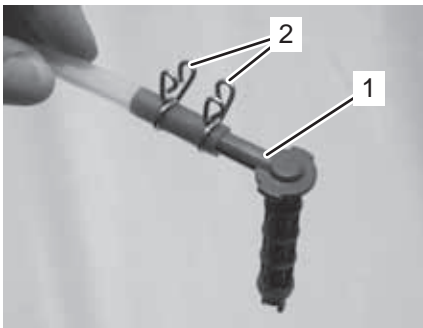

Fig. 26
7. Enfillez l'extrémité la plus courte du tuyau distributeur sur le raccordement de bière (Fig. 26/1).
8. Déplacez les pinces pour tuyaux (Fig. 26/2) sur le tuyau distributeur et sur le raccordement de bière.